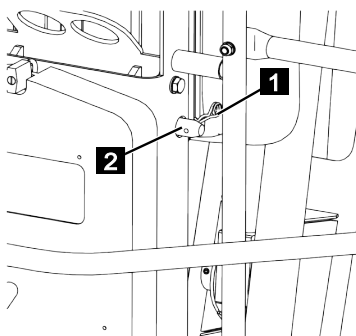

Fig. 98
5. Retirer la goupille fendue à ressort (Fig.98/1) de la cheville de verrouillage (Fig.98/2).